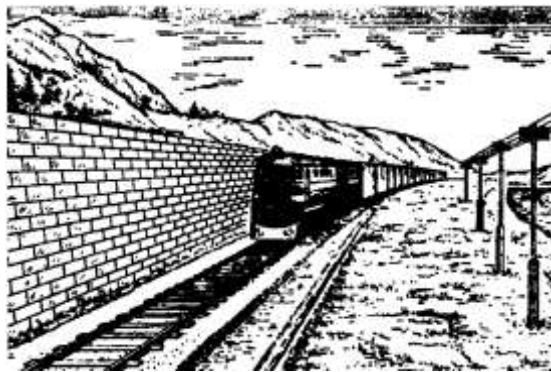

Рис. 42. Искусственное сооружение
**Текст задания:** Назовите, какое искусственное сооружение показано на рис. 42. Расскажите о его назначении и материале изготовления.